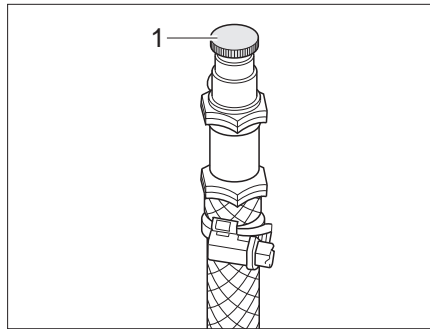

Bild 286 Entlüftungsventil Warmwasser-Heizung
- Das Entlüftungsventil (Bild 286,1) öffnen und geöffnet lassen, bis keine Luft mehr austritt.